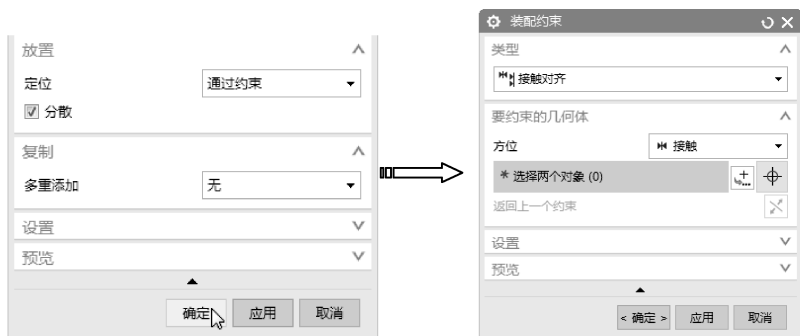

图 7-103 设置装配定位方式并取得原点坐标
- 02 在弹出的【添加组件】对话框中单击【打开】按钮, 然后将【qianzuo. prt】文件与【huodongqiankou - A. prt】文件同时打开，采用【通过约束】的定位方式，单击【确定】按钮，弹出【装配约束】对话框，如图 7-103 所示。